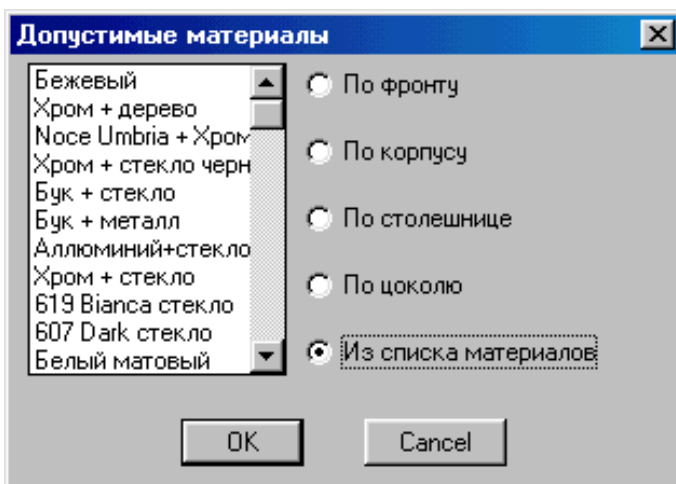

Рис. 13.10. Настройка материала цельного профиля
- **Материал** профиля – по клавише **Материал**. Материал выбирается из диалогового окна (рис. 13.10). Материал может быть либо постоянным, выбранным из общего списка материалов либо переменным. Переменный материал может иметь одно из следующих значений: по фронту, по корпусу, по столешнице, по цоколю. Этот материал будет автоматически изменяться при изменении одной из глобальных настроек материалов.